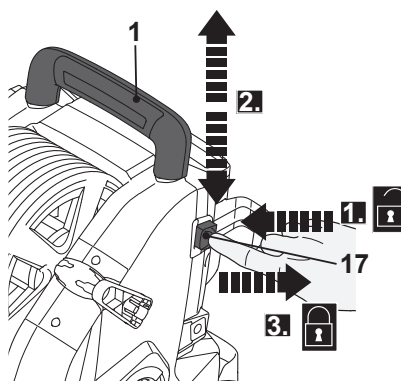

Fig. 17
Use o suporte da pistola de pulverização superior (8) para armazenar a pistola de pulverização (9) e a lança de extensão (7) (Fig. 17).
1. Pressione o botão de bloqueio (17) para desbloquear a alça de transporte (1) (Fig. 17, passo 1).
2. Mova a alça de transporte (1) para a posição necessária (posição alta / baixa) (etapa 2).